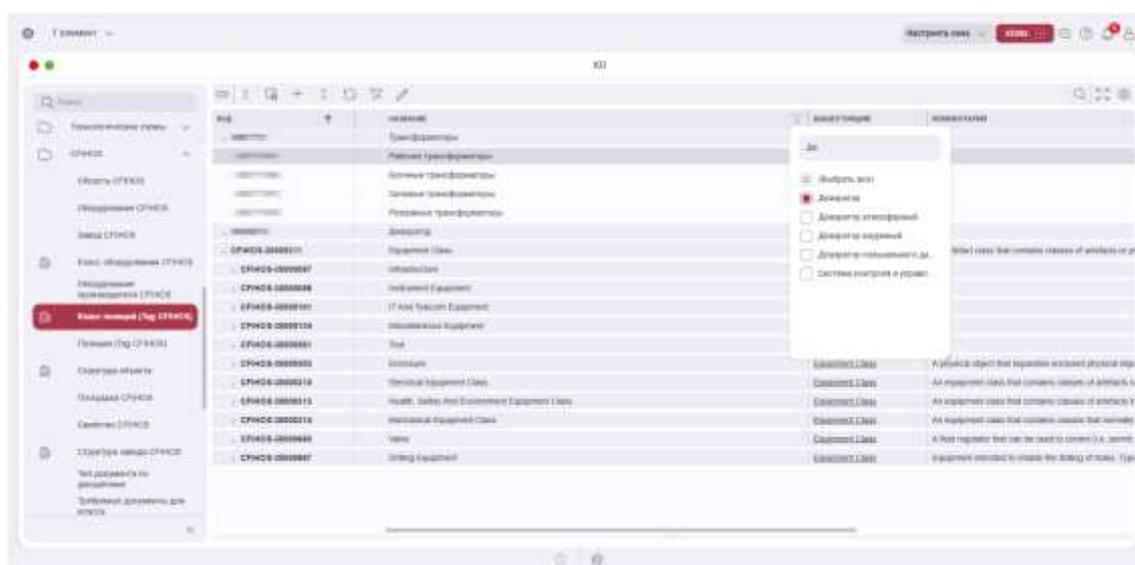

Рисунок 10. Очистка фильтра
8. Очистить фильтры. В случае установленных фильтров, на одном или нескольких столбцах, настроенные фильтры сбрасываются (Рисунок 10).